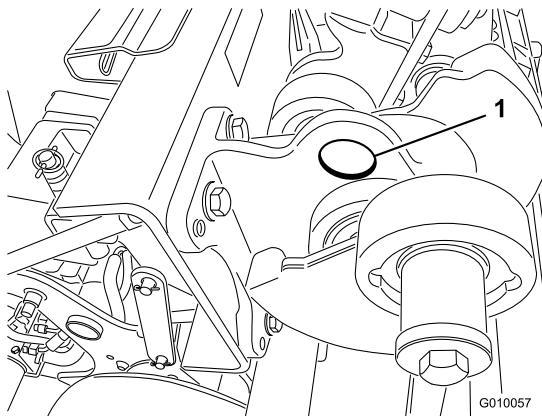

図 43
**注** ホイストがある場合には、機体の後部をホイストで吊り上げてください。その場合、コアリング・ヘッドのベアリング・ハウジングについているアイを吊り上げポイントとして利用します（図 43）。